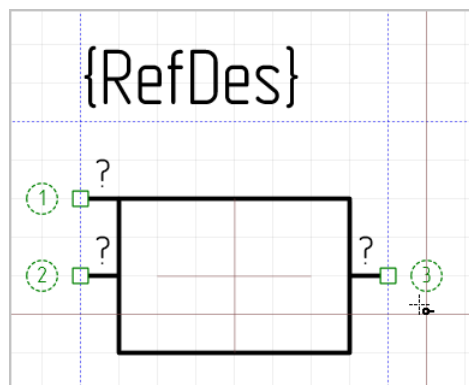

Рис. 178 Увеличение номера вывода
4. После установки одного вывода инструмент «Разместить вывод» продолжает быть активным - он готов для размещения новых выводов. Для каждого нового вывода значение его идентификатора увеличивается на единицу, после «1» будет «2», после «2» будет «3» и т.д, см. Рис. 178.